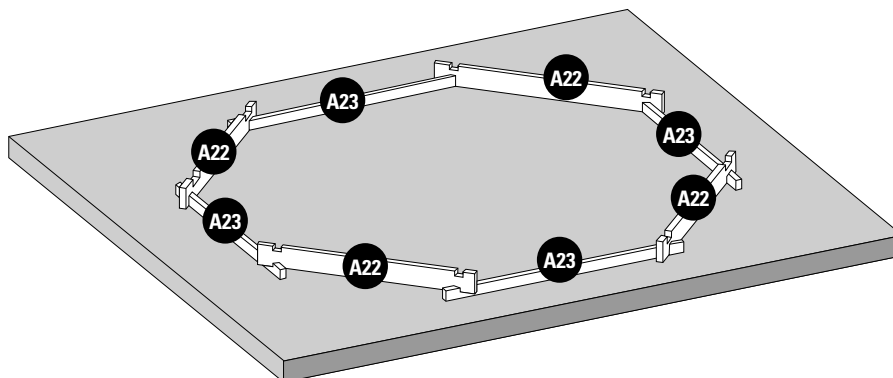

Fig. 1 / Abb. 1 / Afb. 1
**INSTALLATION OF THE FIRST LAYER OF BOARDS:** • Build the first crossing one (A23) board with an (A22) board as shown by figure 1. • Adjust the shape of the pool using the inside dimensions indicated in the installation diagram (See page 42-45). • The drawing shows the inside dimensions of the pool for the different opposing diagonals.
**POSITIONNEMENT DE LA 1ÈRE RANGÉE DE MADRIERS :** • Constituez la première rangée, en croisant un madrier (A23) et un madrier (A22) comme indiqué sur la figure 1. • Ajustez la forme de la piscine en vous aidant des dimensions intérieures indiquées sur le plan d'implantation (Voir page 42-45). • Le plan donne les dimensions intérieures du bassin pour les différentes diagonales opposées.
**POSITIONIERUNG DER ERSTEN REIHE VON BRETTEN:** • Errichten Sie erste Reihe, indem Sie ein (A23) und (A22) Brett kreuzen Brett kreuzen wie Abb. 1 zeigt. • Passen Sie die Form des Pools an, indem Sie die angezeigten Innenmaße verwenden, die in der Einbauzeichnung (Siehe Seite 42-45) aufgeführt sind. • Die Zeichnung zeigt die Innenmaße des Pools für die verschiedenen gegenüberliegenden Diagonalen .
**PLAATSING VAN DE EERSTE RIJ PLANKEN:** • Construeer de eerste rij door en plank (A23) te kruisen met een plank (A22) zoals te zien is op afbeelding 1. • Plan de vorm van het zwembad aan waarbij u gebruik maakt van de interne afmetingen die zijn aangegeven op het montageplan (Zie pagina 42-45). • Het plan geeft interne afmetingen van het zwembad aan voor de verschillende tegenover elkaar liggende diagonale lijnen.